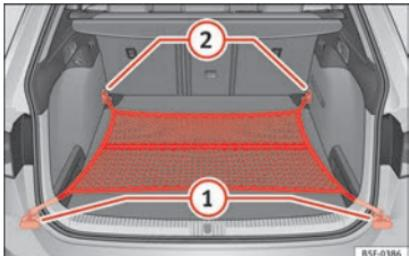

Fig. 181 Dans le coffre à bagages : sac pour filet accroché au niveau du plancher (modèle LEON ST).
- Selon le cas, relevez les œillets d'amarrage avant »» **fig. 181 (2)**.
- Fixez les crochets du filet aux œillets d'amarrage (2) »» **▲**. La fermeture à glissière du sac doit rester vers le haut.
- Fixez les crochets du filet aux œillets d'amarrage (1).